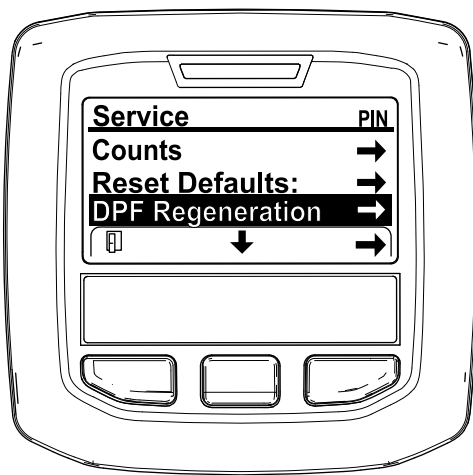

図 49
3. 整備メニューSERVICE MENUで、中央ボタンを押して DPF 再生DPF REGENERATIONへ移動し、右ボタンでDPF 再生DPF REGENERATIONを選択する 図 49。